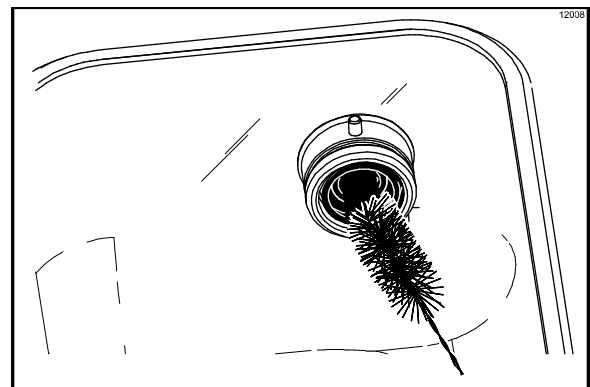

Abbildung 109
5. Mit der schwarzen Bürste die Antriebsnabenöffnungen in den Rückwänden der Vorratsbecken reinigen. (Siehe Abbildung 109.)